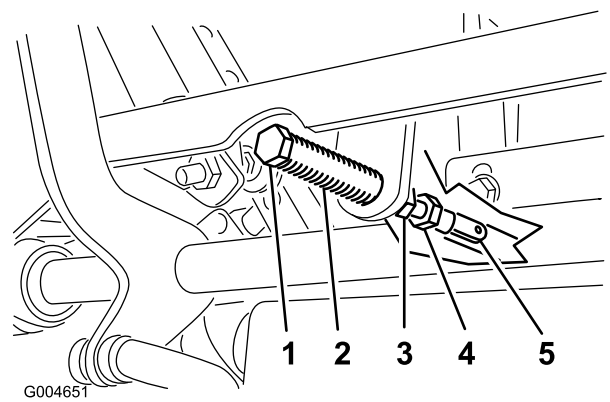

Figura 72
5. Tire hacia atrás de la palanca hasta que el pasador (en el brazo situado encima del eje pivotante) entre en contacto con el extremo de la ranura (empezando justo a tensar el muelle) (Figura 72).
7. Si es necesario un ajuste, afloje la tuerca y la contratuerca contra la horquilla (Figura 72).
8. Aplique una ligera presión hacia atrás en la palanca de control de movimiento, y gire la cabeza del perno de ajuste en el sentido apropiado hasta que la palanca de control esté centrada en posición de bloqueo/punto muerto (Figura 72).
9. Apriete la tuerca y la contratuerca (Figura 72).
9. Apriete las contratuercas de las articulaciones esféricas (Figura 72).